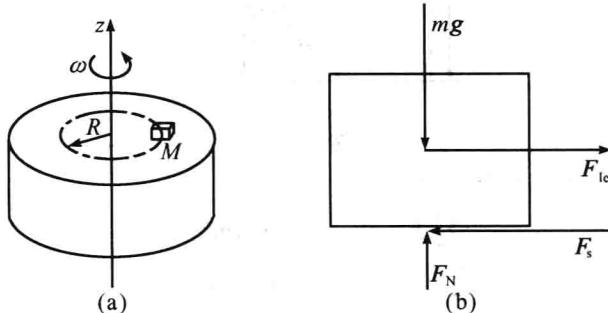

图 1-5
**1-3** 图 1-5 所示一重物 M 放在粗糙的水平平台上, 平台绕铅直轴以匀角速度  $\omega$  转动, 重物与平台间摩擦因数为  $f$ , 试求重物能在平台上保持相对静止时的位置。